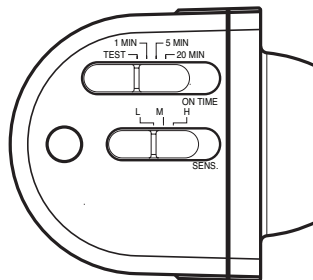

Figura 7
2. Deslice el interruptor de sensibilidad (SENS) a la posición “LO” y el interruptor ON-TIME a la posición TEST (vea la Figura 7).